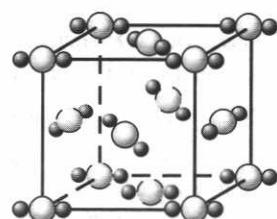

Рис. 53. Пространственное расположение молекул в кристалле оксида углерода (IV)
При большой концентрации углекислого газа в воздухе человек и животные задыхаются. Часто он скапливается в опасных количествах в колодцах, шахтах, пещерах. Оксид углерода (IV) сжижается при комнатной температуре и высоком давлении. При испарении оксида углерода (IV) происходит его сильное охлаждение и он превращается в снегообразную массу – «сухой лед». У оксида углерода молекулярная кристаллическая решетка (рис. 53). Между молекулами действуют слабые межмолекулярные силы, поэтому при обычных условиях CO_2 – газ.